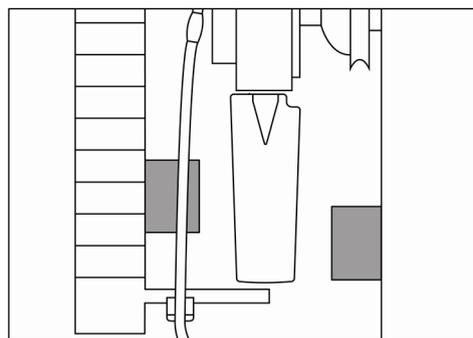

Fig. 35
- 30) Sincerarsi che in posizione obliqua le pale non collidano con eventuali oggetti davanti o dietro la ventola (distanza minima 5 mm (0.196") / vedi Fig. 35).